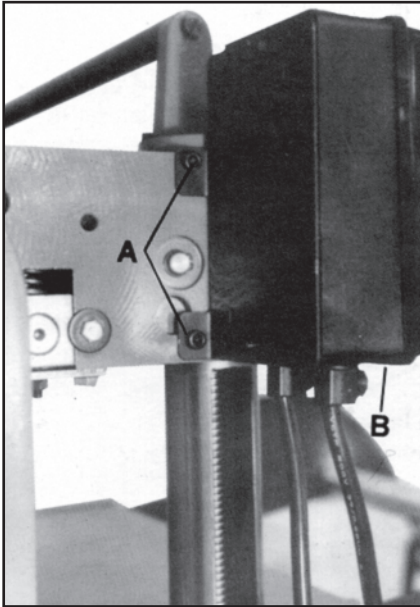

Figura 5
1. Retire dos tornillos M6 x 12 del lado izquierdo de la cepilladora. (A, Figura 5).
2. Instale la caja del interruptor (B, Figura 5) al costado de la cepilladora con dos tornillos M6 x 12 a través de la placa del interruptor (previamente instalada en la caja del interruptor).